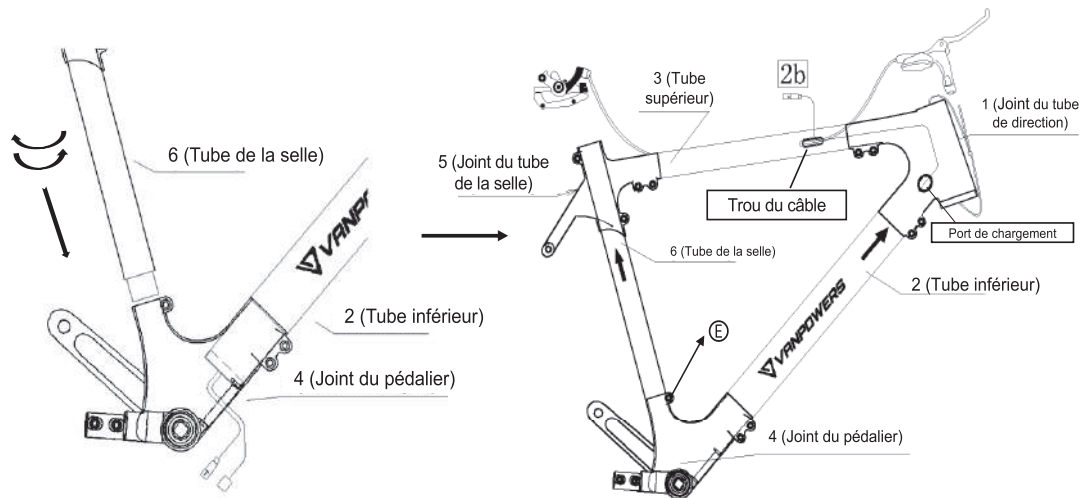

Figure 13.
b. Insérez la pièce 6 dans la pièce 4 jusqu'à ce qu'il n'y ait plus d'espace entre elles, comme indiqué sur la Figure 13. Ne verrouillez pas encore la vis ⑤.